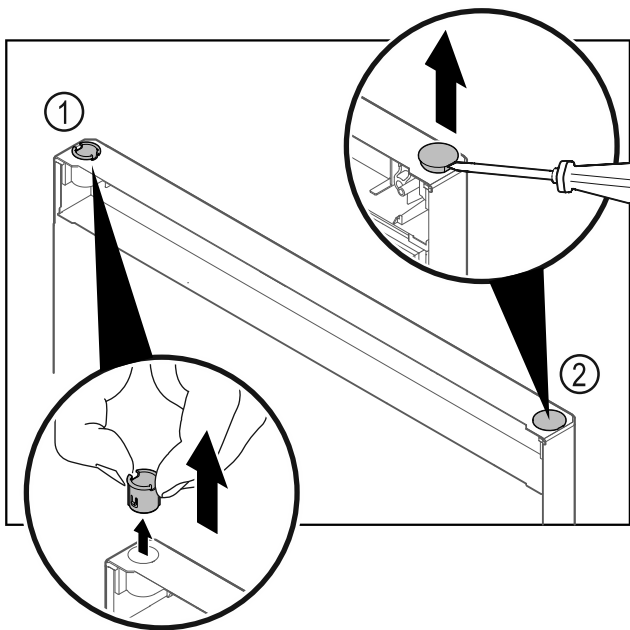

Fig. 28
- ▶ Витягніть шарнірну втулку Fig. 28 (1) пальцями.
- ▶ За допомогою шліцевої викрутки обережно підніміть заглишку Fig. 28 (2) та витягніть її.